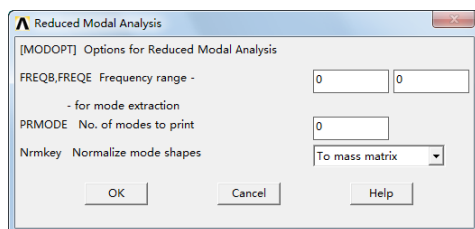

图 13-37 “Reduced Modal Analysis”对话框
③弹出“Reduced Modal Analysis”对话框，如图 13-37 所示，单击“OK”按钮接受默认设置。